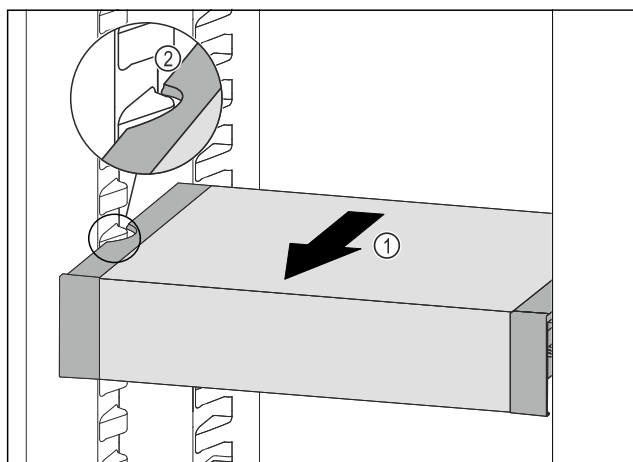

Fig. 151
- Táhněte VarioSafe dopředu Fig. 151 (1), dokud nebudou boční vybrání VarioSafe na úrovni žebrování na nádoby v chladničce. Fig. 151 (2)